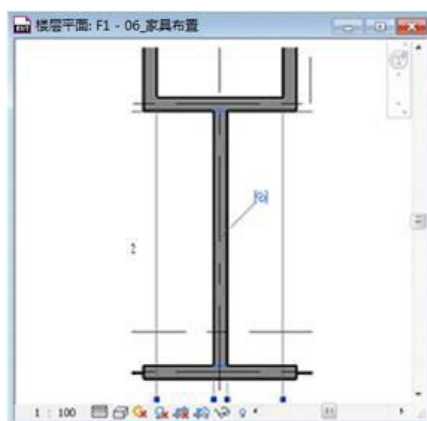

图 3-5
- 5) 由于镜像组时有一面墙重叠,发生错误警告,光标移动到5轴重叠的墙体上,按Tab键帮助选择重叠的任意一面墙,单击该墙旁边的图钉图标,将该墙体排除出组(如图3-5示)。即一个组中已经没有该墙体了,解决了墙体的重叠问题。